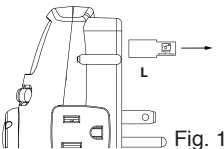

Fig. 1
1. Retirer la languette (L) (Fig. 1) du porte-piles le cas échéant.